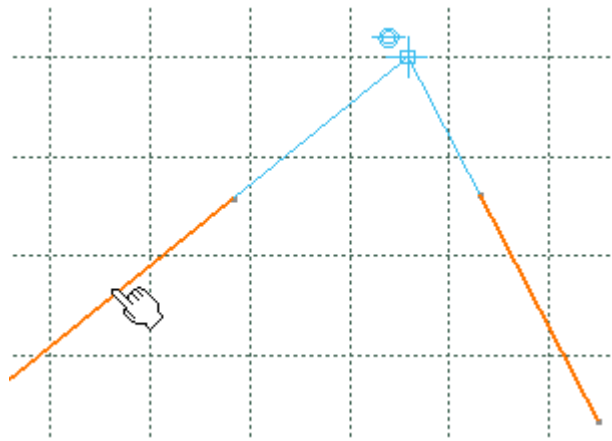

Рис. 68
3) Утримуючи клавішу "Ctrl" навести курсор на другий елемент перетину з елементом, вже зазначених за допомогою курсору. Коли **SmartPick** виявляє, що друга лінія може бути прив'язана, **SmartPick** намагається об'єднати обидві прив'язки, виявлені за допомогою клавіші "Ctrl". У цьому конкретному випадку **SmartPick** прив'язується до точки перетину обох ліній (Рис. 68).